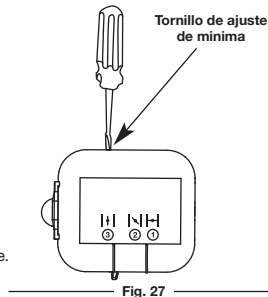

Fig. 27
- Suelte el gatillo del regulador y deje que el motor funcione en mínima. Si el motor se para, inserte un destornillador Phillips pequeño en el orificio de la cubierta del motor (Fig. 27). Gire el tornillo de mínima hacia adentro, en sentido horario, de a 1/8 de vuelta por vez (según sea necesario) hasta que el motor funcione en mínima suavemente.